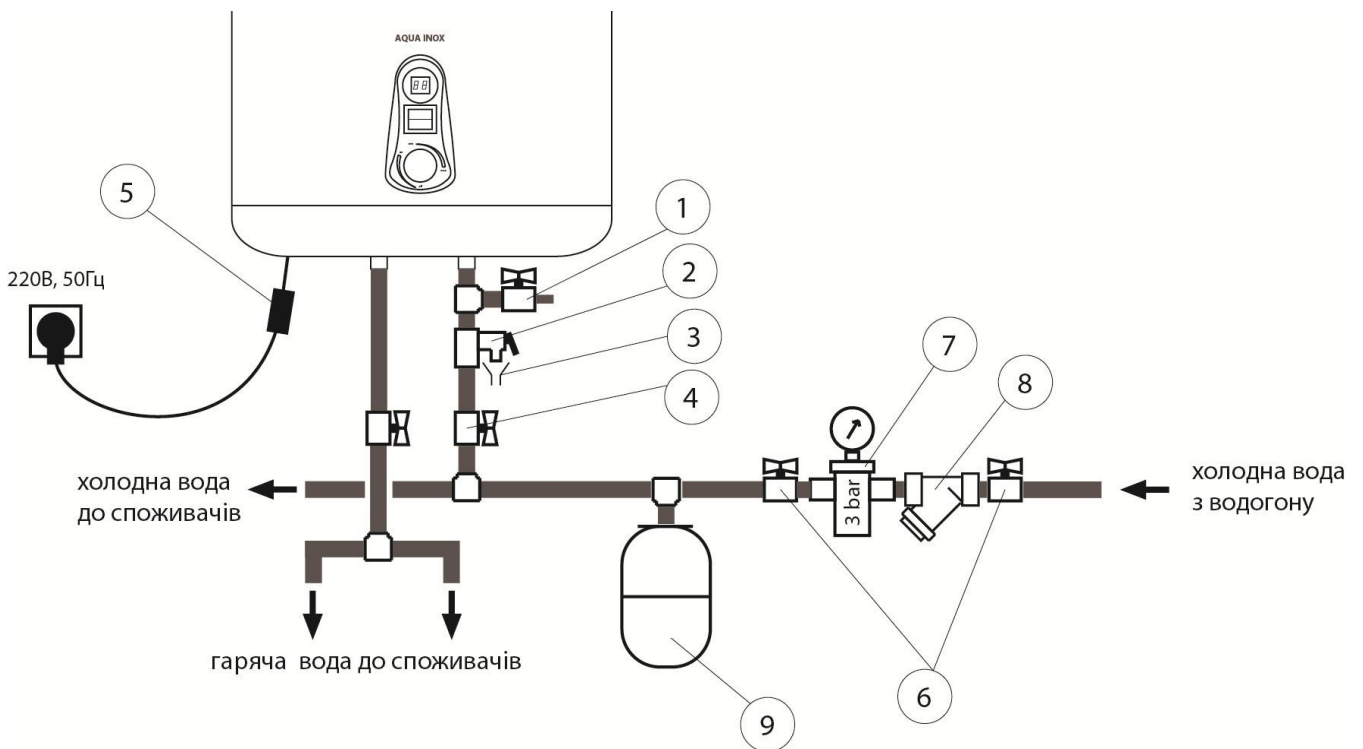

Рис.4 – Схема підключення до водогону
До патрубку викиду води з запобіжного клапану слід підключити гнучку трубку та вивести її до каналізації. При перевищенні максимального робочого тиску води в водонагрівачеві, запобіжний клапан відкриється та зіллє деяку кількість води в каналізацію. При цьому тиск у водонагрівачеві зменшиться. Запобіжний клапан захистить ваш водонагрівач від виходу із ладу при перевищенні тиску. Запобіжний клапан також виконує функцію зворотнього клапану, він не дозволяє воді з приладу витікати в мережу холодного водопостачання. Тому встановлювати запобіжний клапан потрібно тільки на вході холодної води під нагрівачем, як показано на рис. 4.
Відсічні крани 4 (див рис.4) призначені для відключення водонагрівача при проведенні робіт з ремонту або технічного обслуговування.
- Запобіжний зворотній клапан слід встановлювати у місці входу холодної води (див. рис. 4)
- Під час нагріву води з отвору викиду води запобіжного клапана може надходити вода. Це нормальне явище. Однак, у випадку великих витоків слід зв'язатися з фахівцями з технічного обслуговування. Отвір викиду води із запобіжного клапану ні за яких обставин не повинен бути заблокований, в іншому випадку це може призвести до виходу водонагрівача з ладу. При частому спрацюванні запобіжного клапану необхідно проконтролювати тиск холодної води на вході і якщо він перевищує 6 бар встановити редуктор тиску та розширювальний бак (див рис.4).
- Для зливу води з водонагрівача краще встановити додатковий кран, як вказано на рис.4 , поз 1. Також злити воду з водонагрівача можна за допомогою зворотнього запобіжного клапана, перекривши при цьому подачу холодної води у водонагрівач, відкривши дренажну ручку на запобіжному клапані. При цьому злив води з водонагрівача повинен здійснюватися через дренажний отвір у клапані в систему відводу каналізації (при зливі води відкрийте на змішувачі кран гарячої води для впуску повітря)
- Відкрити кран зливу води з водонагрівача (поз 1 на рис.4) або відкрити запобіжний клапан та злити воду з нагрівача. Для злиття води використовуйте гумову трубку направлену в каналізацію. Кран гарячої води на змішувачі повинен бути відкритий під час зливу.